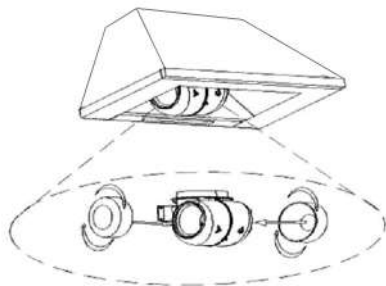

Рис. 7
- установить в вытяжку угольный фильтр (Рис. 7).